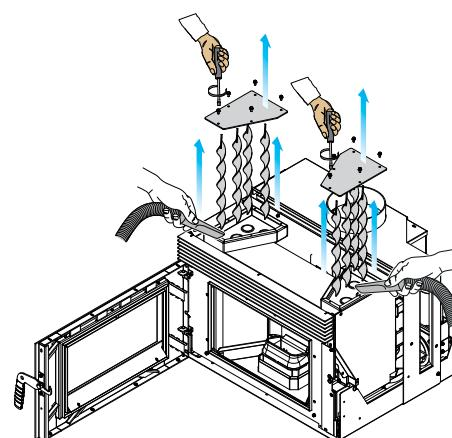

fig. 7.16
- C) rimuovere i tappi superiori dell'inserto e aspirare i residui di cenere (fig. 7.16)